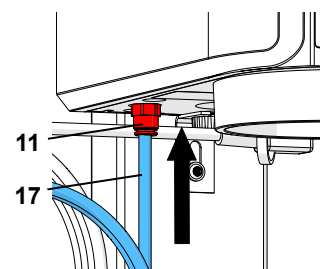

Fig. 5-a
**Em aparelhos de versões anteriores, o filtro de entrada (12) está localizado fora do aparelho (Fig. 5-b). Nestes casos, inserir a mangueira de ar comprimido (17) no filtro de entrada (12). É necessário vencer uma leve resistência. NUNCA utilizar o aparelho sem filtro de entrada!**